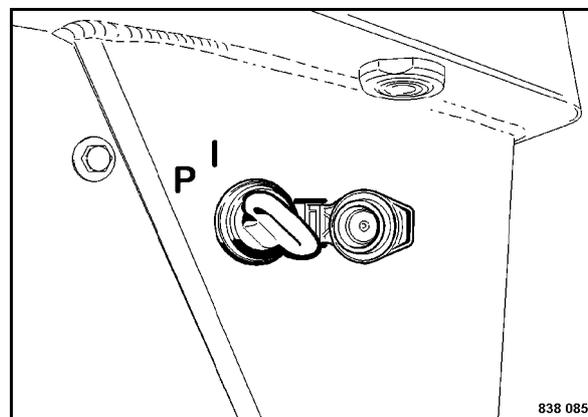

Fig. 59
- Girare la chiave di accensione in posizione "I" o "P" (Fig. 59).